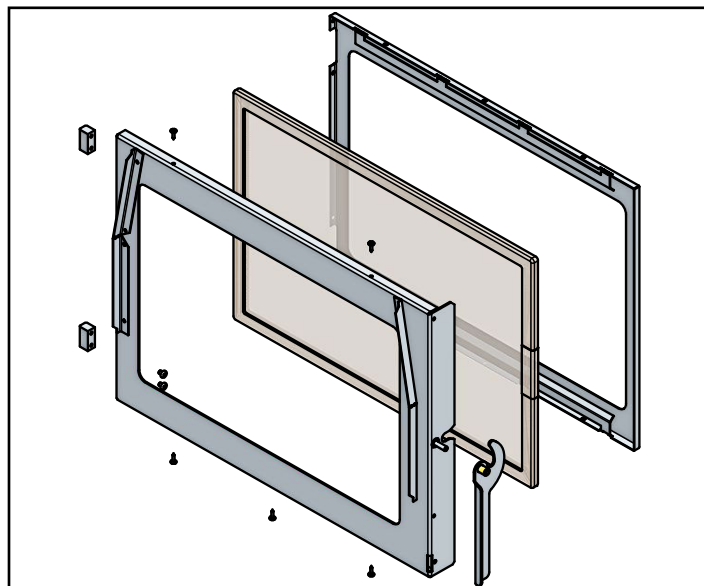

Figure 20.3
2. Utilisez un tournevis à tête cruciforme pour enlever les 4 vis (2 situées sur le dessus et 2 sur le dessous). Enlevez le support en métal et la vitre. **Figure 20.3**